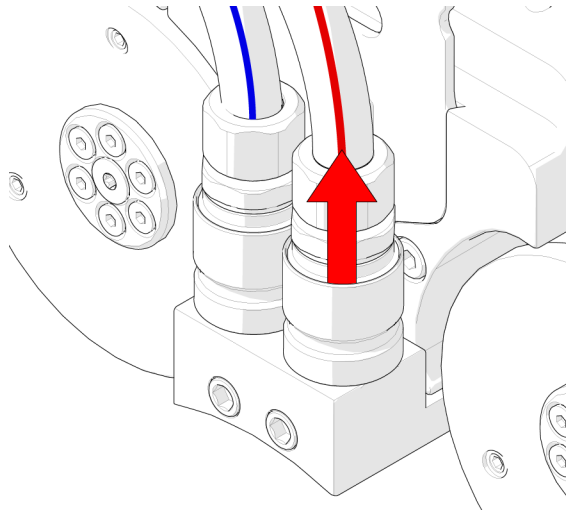

Figure 2-22 Tirer sur le manchon pour le débrancher
- ◆ Pour déconnecter un tuyau, attrapez le manchon du raccord de tuyau et tirez dessus (voir la Figure 2-22 à la page 62).